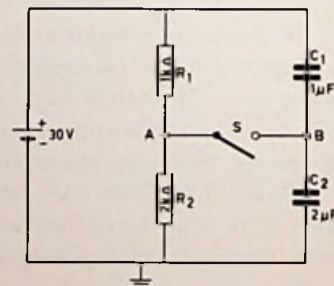

Fig. 2
- ③ Twee ongeladen verliesvrije condensatoren, C_1 en C_2 , van resp. 1 en 2 μF en twee weerstanden, R_1 en R_2 , van resp. 1 k Ω en 2 k Ω , worden aangesloten op een spanningsbron van 30 V zoals in fig. 2 is aangegeven. Tussen de punten A en B is een schakelaar S opgenomen.